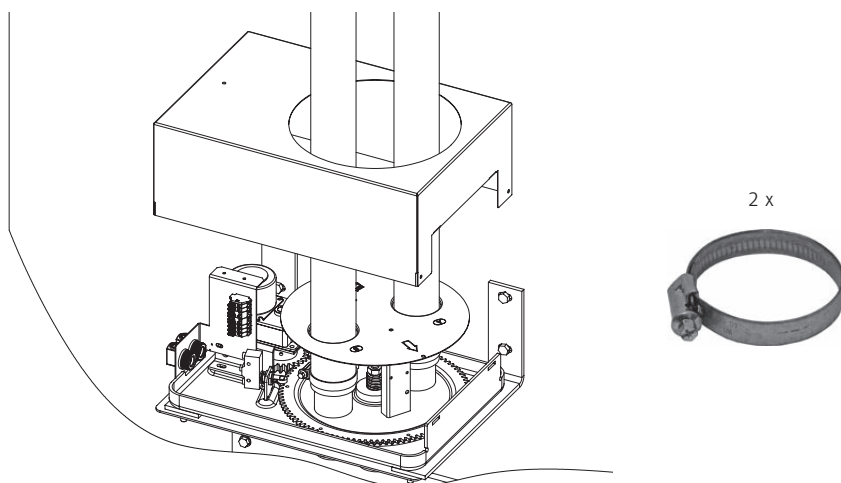

Fig. 44 Raccordement du tuyau d'arrivée et de retour d'air
- ▶ Entrer le tuyau d'arrivée et de retour d'air (A, B) par le capot de recouvrement, connecter le tuyau d'arrivée au raccord A et le tuyau de retour au raccord B de l'unité de commutation, puis les fixer avec un collier – Fig. 44.